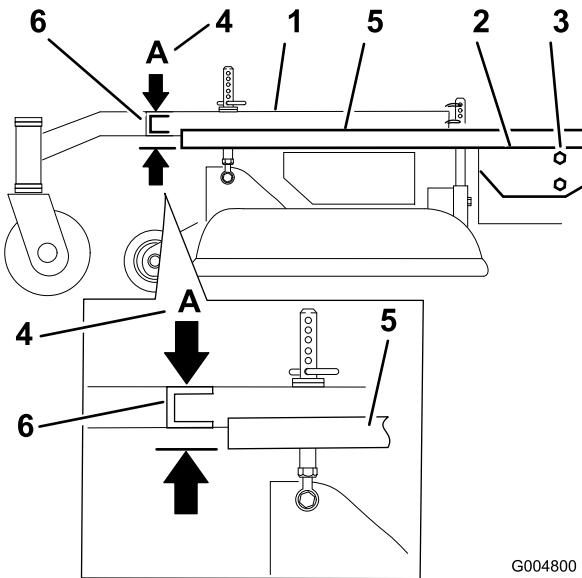

Figure 66
3. Placez une longue planche, ou autre objet similaire parfaitement droit en haut du plancher moteur, comme illustré à la Figure 66.
4. Au niveau du tube transversal du bâti porteur, mesurez la hauteur au point A (Figure 66). Elle doit être égale à 33 mm (1-5/16") \pm 6 mm (1/4").
6. Desserrez les boulons de montage du bâti porteur de chaque côté de la machine (Figure 66).
7. Alignez le bâti porteur et le plancher moteur à la même hauteur qu'au point A, c.-à-d. 33 mm (1-5/16") \pm 6 mm (1/4") (Figure 66).